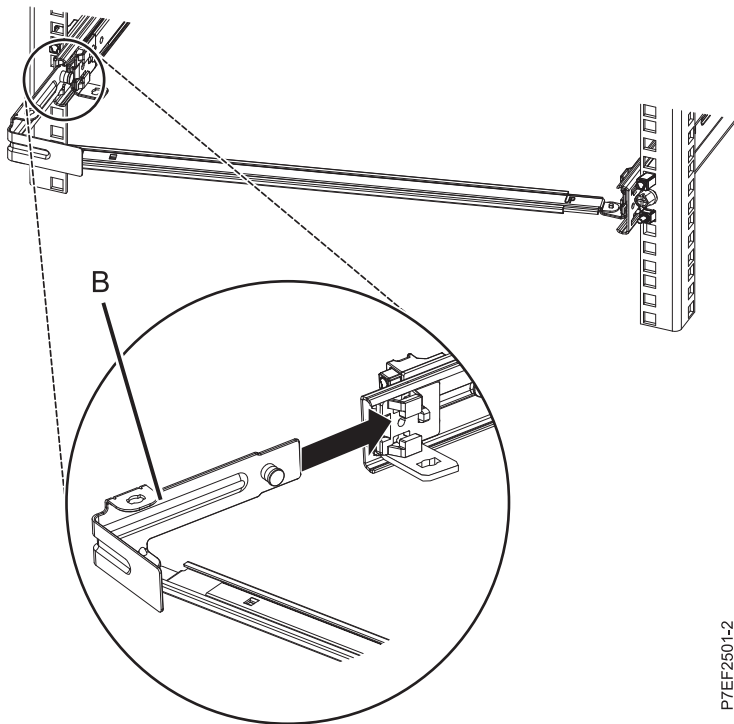

Abbildung 12. Stift herausziehen und Halterung in der Schiene installieren
4. Bringen Sie den Kabelträgerhaltewinkel (**B**) an der Aussparung an der Innenseite der linken Schiene an, indem Sie den Haltewinkel (**B**) in die Schiene schieben, bis der gefederte Stift einrastet. Einzelheiten finden Sie unter Abb. 12 auf Seite 10.